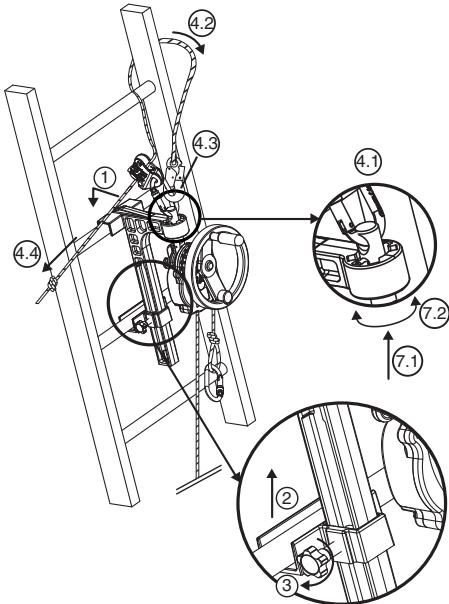

Fig. 6
#### 6.3.2 Apparecchio DEROPE™ UP B (Fig.6)
1. Posizionare la grande consolle bloccabile sul piolo della scala nella posizione scelta per effettuare l'operazione di salvataggio, al di sopra della persona da evacuare (fig. 6, 1).
2. Far risalire lo slittone di bloccaggio a livello del piolo immediatamente al di sotto di quello che riceve la grande consolle (fig. 6, 2).
3. Stringere l'asse di bloccaggio dello slittone mediante il pulsante di serraggio che si trova sul lato della consolle (fig. 6, 3).
- Fissare il connettore del dispositivo di regolazione LCM 05 nel foro della parte superiore dell'asse di aggancio (fig. 6, 4.1).
- Far passare il cordino di sicurezza attorno al piolo della scala situato al di sopra della console avvolgendolo intorno ad uno dei montanti della scala (fig. 6, 4.2).
- Collegare il connettore del cordino di sicurezza al connettore del dispositivo di regolazione LCM 05 (fig. 6, 4.3).
- Tendere il cordino di sicurezza tirando sull'estremità libera (fig. 6, 4.4).
7. Orientare l'apparecchio DEROPE™ secondo la necessità modificando la posizione dell'asse di aggancio nel dispositivo di posizionamento (fig. 6, 7.1 – 7.2).